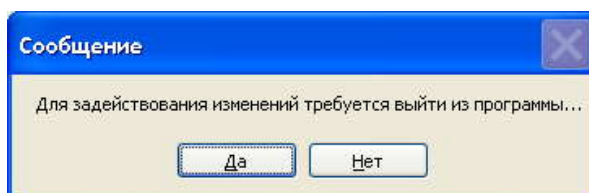

Рисунок 16 – Окно "Сообщение"
- 2.5. Для подтверждения внесенных изменений следует нажать кнопку **ОК**. Окно **Установки** закроется. При этом появится окно **Сообщение** (рисунок 16). Для внесения изменений следует нажать кнопку **Да** и перезапустить программу.